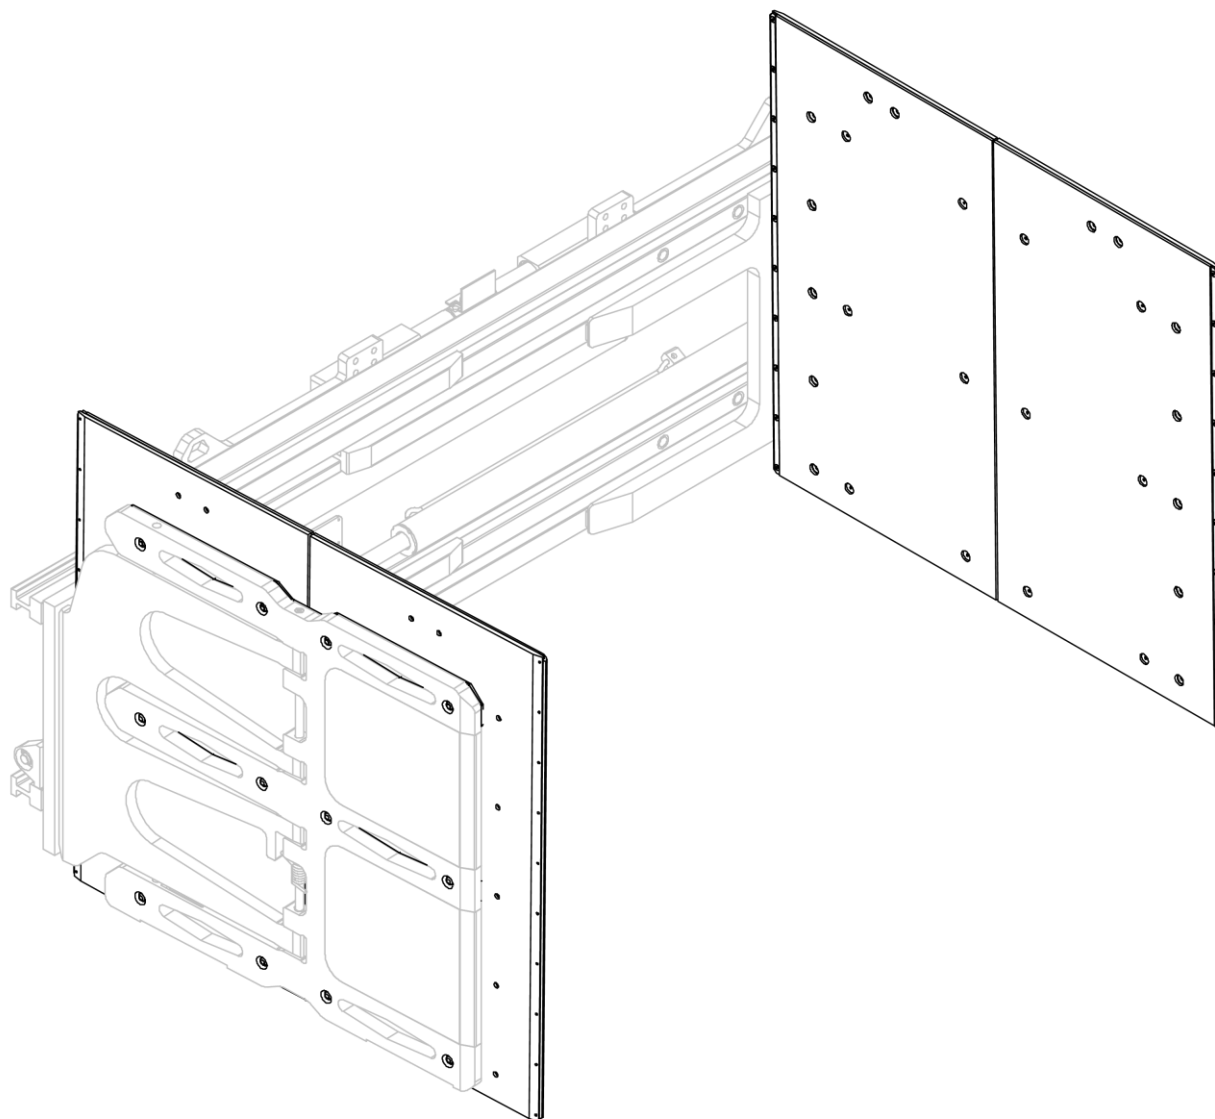

Figura 29
3. Verificare il corretto bloccaggio degli antoni e degli spessori (vedi *Figura 29*).